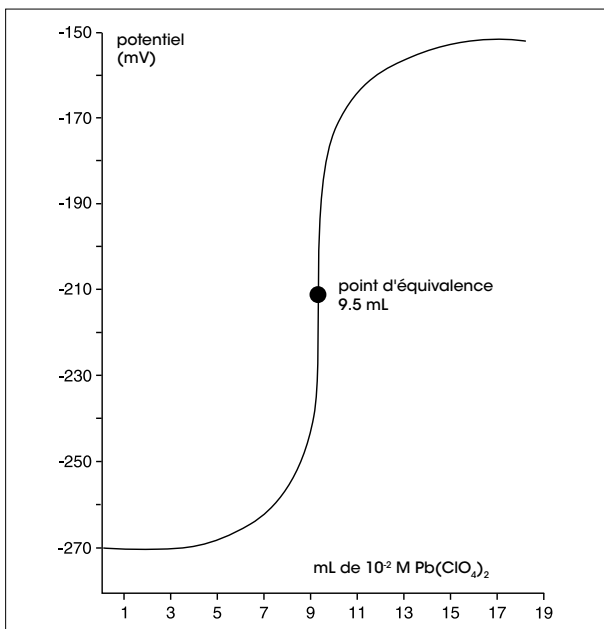

Figure 3 – Titration de sulfate type
2. Réalisez un titrage au point d'équivalence en utilisant un modèle de méthode de titrage au point d'équivalence standard disponible sur les titreurs Tx Excellence et G20 Compact. Le point d'équivalence du titrage correspond au point de la plus grande pente (point d'inflexion). Voir **Figure 3**.
3. Réalisez un titrage au point d'équivalence en utilisant un modèle de méthode de titrage au point d'équivalence standard disponible sur les titreurs Tx Excellence et G20 Compact. Le point d'équivalence du titrage correspond au point de la plus grande pente (point d'inflexion). Voir **Figure 3**.